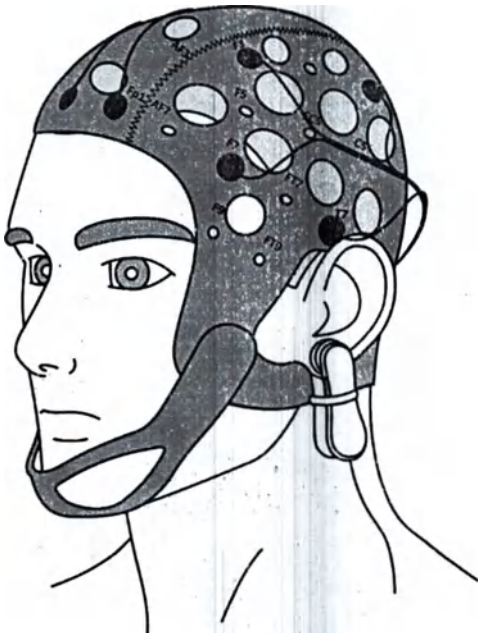

Рис. 31. Электродная шапочка на голове пациента с закрепленными ушными референтными электродами-клипсами на мочках ушей пациента
2. Наденьте на пациента электродную шапочку подходящего размера (рис. 31), с помощью регуляторов подкорректируйте ее под размер головы пациента. При использовании ушных референтных электродов-клипс закрепите их на предварительно обезжиренных мочках ушей пациента. Подключите электродную шапочку в соответствующий разъем на электронном блоке системы.